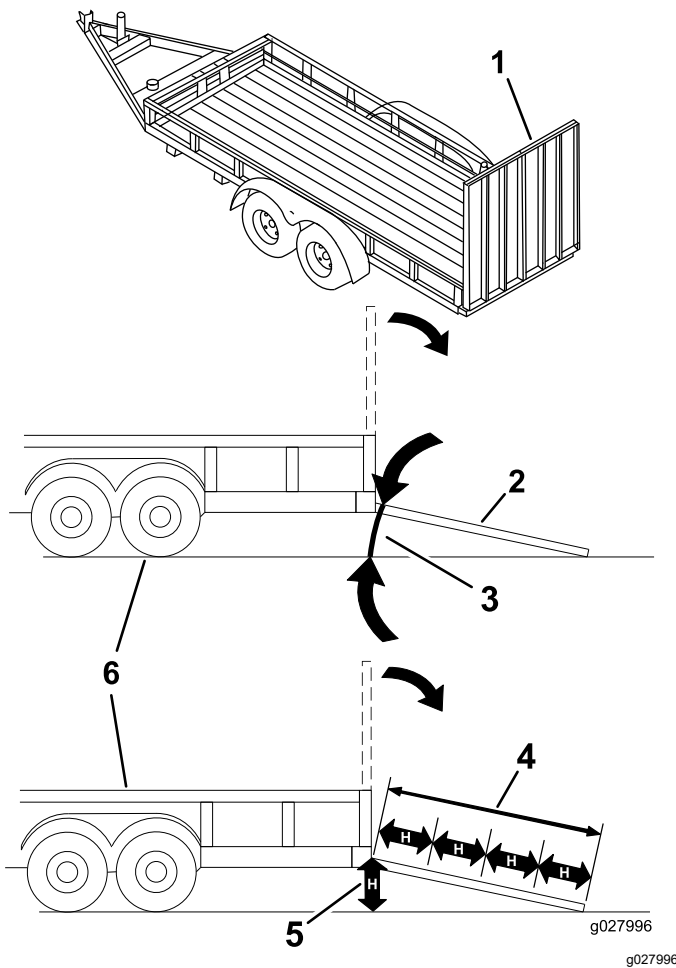

Figura 31
El cargar la máquina en un remolque o un camión aumenta la posibilidad de un vuelco y podría causar lesiones graves o la muerte (Figura 31).
1. Baje la rampa, asegurándose de que el ángulo entre la rampa y el suelo no supera los 15 grados (Figura 31).